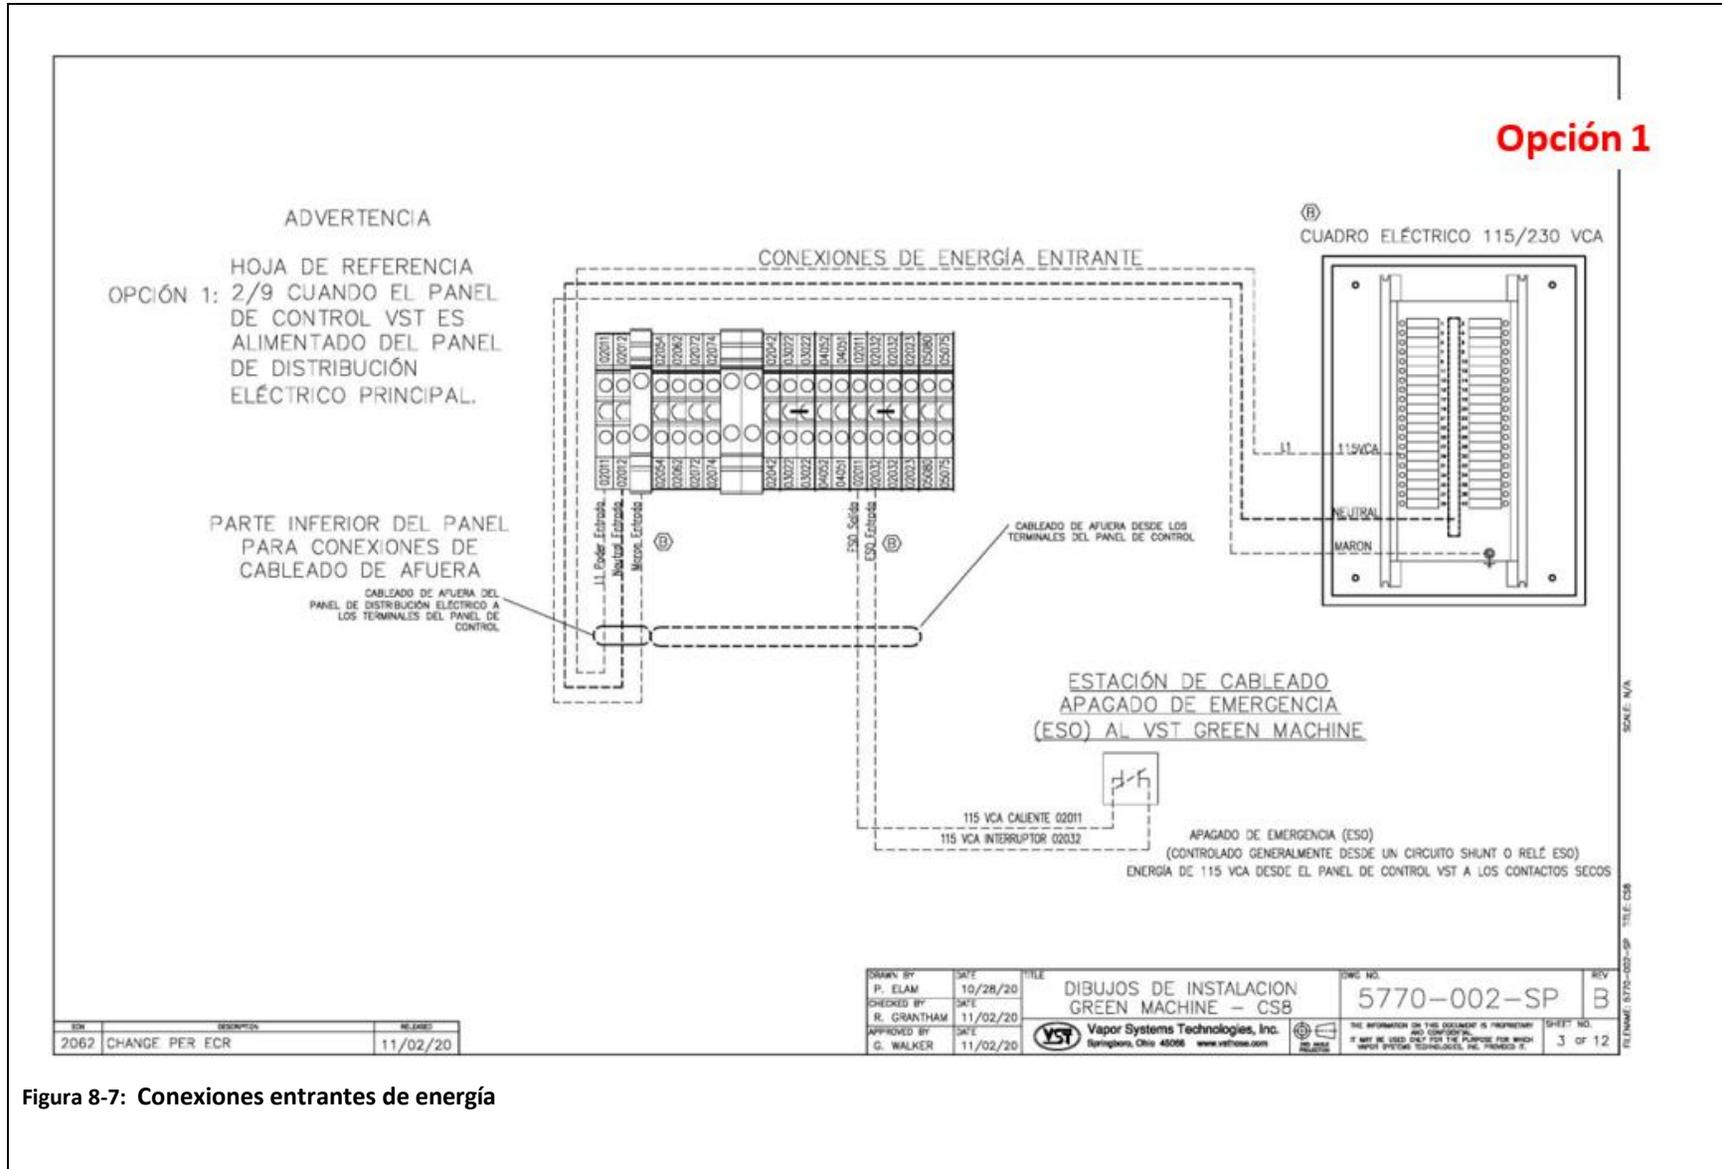

Figura 8-7: Conexiones entrantes de energía
3.	<p>El panel de control de VST debe suministrar 115 VCA a través de un relé seco de apagado de emergencia (ESO) para que el panel de control de VST se encienda y la GREEN MACHINE funcione. Vea las Figuras 8-6 y 7-8.</p> <ol style="list-style-type: none"> Verifique que el panel de control de VST esté conectado al ESO de la estación. Verifique que el ESO no esté acoplado. Si el ESO está acoplado, la GREEN MACHINE no recibirá 115 VCA. Verifique que todas las conexiones de cables del panel de control de VST al ESO sean correctas y estén ajustadas. Verifique que el circuito de ESO tenga una alimentación de 115 VCA del panel de control de VST por los terminales 02011 y 02032 en la sección de conexiones de campo del panel de control de VST. Vea la Figura 8-7. Verifique que el relé de sobre/bajo voltaje 115 VCA esté ajustado para 118 VCA o al voltaje local. Vea la Figura 8-11.